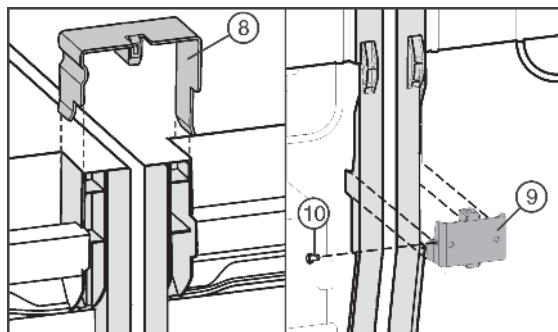

Fig. 7
► Вставьте соединительную скобу Fig. 7 (8) вверху в средние боковые стенки.
► Вставьте соединительный уголок Fig. 7 (9) снизу в соответствующий вырез.
- Если соединительный уголок сидит свободно, установите винт Fig. 7(10).